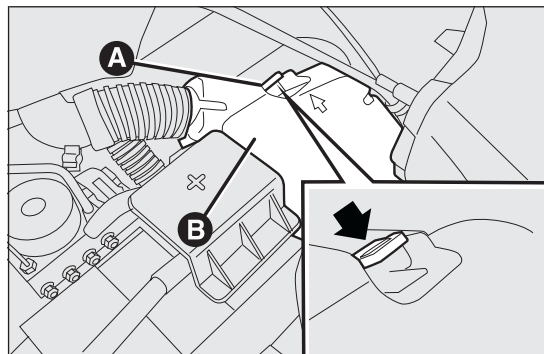

fig. 159
- ☐ actuar en la aleta A fig. 159 y retirar la tapa B de protección de la caja de fusibles;
- ☐ desplazar la tapa hacia el faro; girándola hacia la izquierda (como lo indica la flecha) y luego quitarla fig. 159;